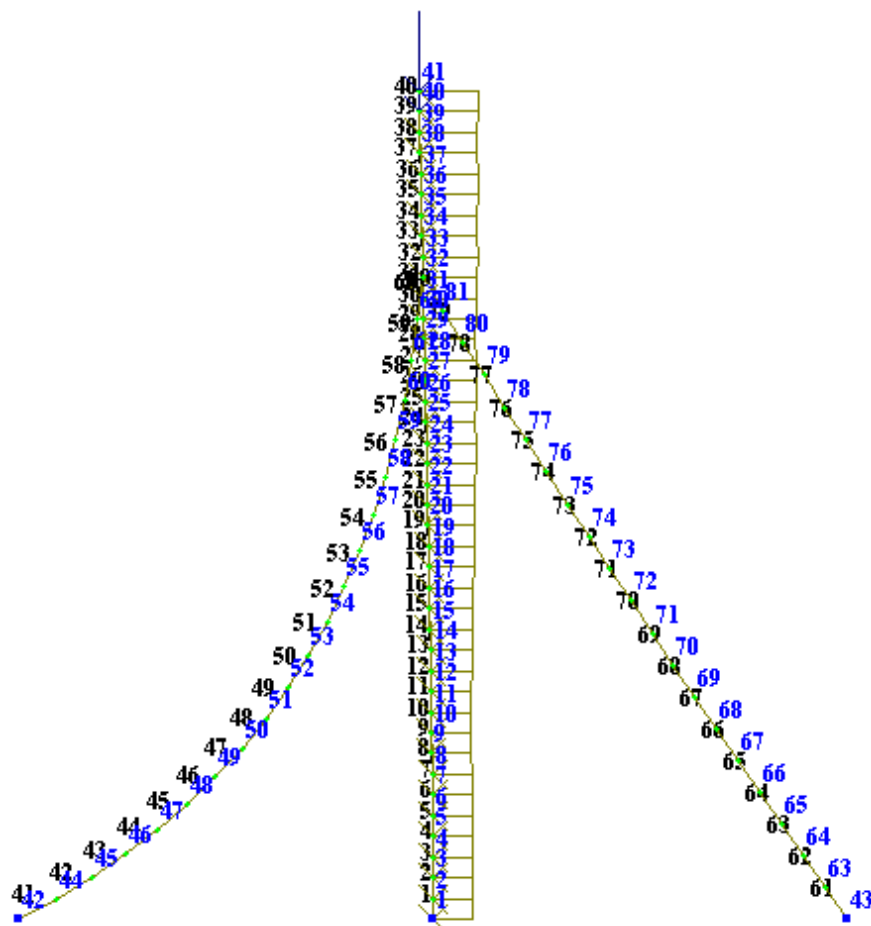

Рис.8.22. Расчетная схема с учетом перемещений узлов
- В режиме просмотра результатов расчета по умолчанию расчетная схема отображается с учетом перемещений узлов (рис.8.22). Для отображения схемы без учета перемещений узлов выполните пункт меню **Схема** ⇒ **Исходная схема** (кнопка  на панели инструментов).